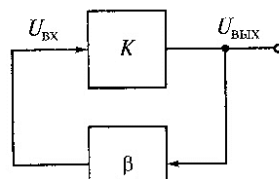

Рис. 8. Схема автогенератора
29. В автогенераторе, схема которого приведена на рис. 8 фазовый сдвиг усилителя равен  $\varphi$ . Фазовый сдвиг звена обратной связи равен  $\psi$ .